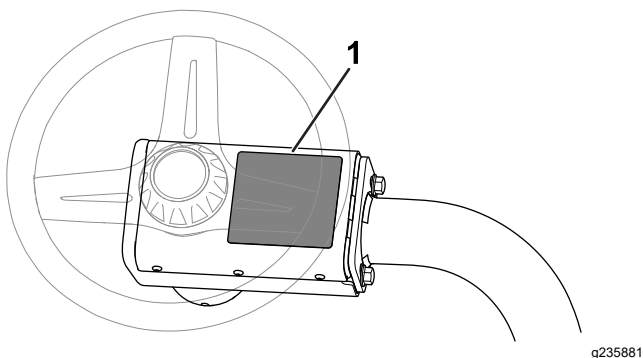

Figura 14
- Coloque o autocolante de aviso CE (peça n.º 136-8505) sobre o autocolante de aviso presente (peça n.º 136-8506); consulte Figura 14.